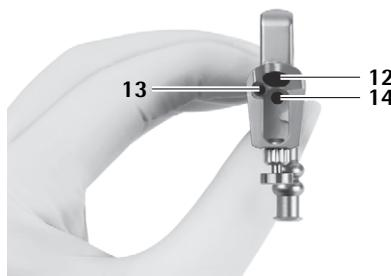

Fig. 1
- l'obturateur pour canal de travail ovale 7 dans le canal de travail 12, voir Fig. 1.
La sortie du liquide d'irrigation s'effectue par le grand canal de travail 12 et le petit canal de travail 13, voir Fig. 1.